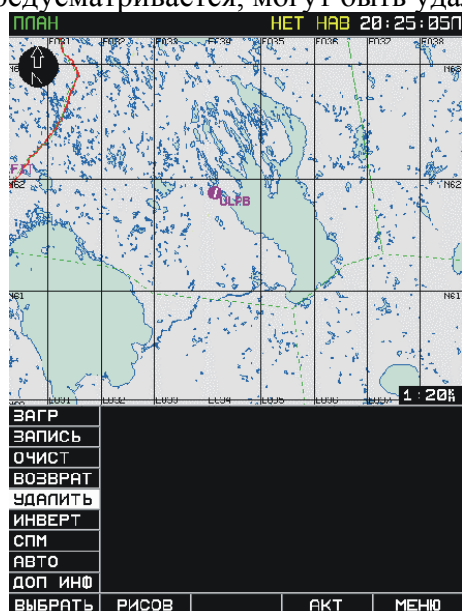

Рис. 120. Выбор функции УДАЛИТЬ
1. Войти в режим ПЛАН, нажать кнопку ВЫБРАТЬ, из всплывающего меню возможных операций с планом полета (Рис. 120) манипулятором курсора выбрать строку УДАЛИТЬ.